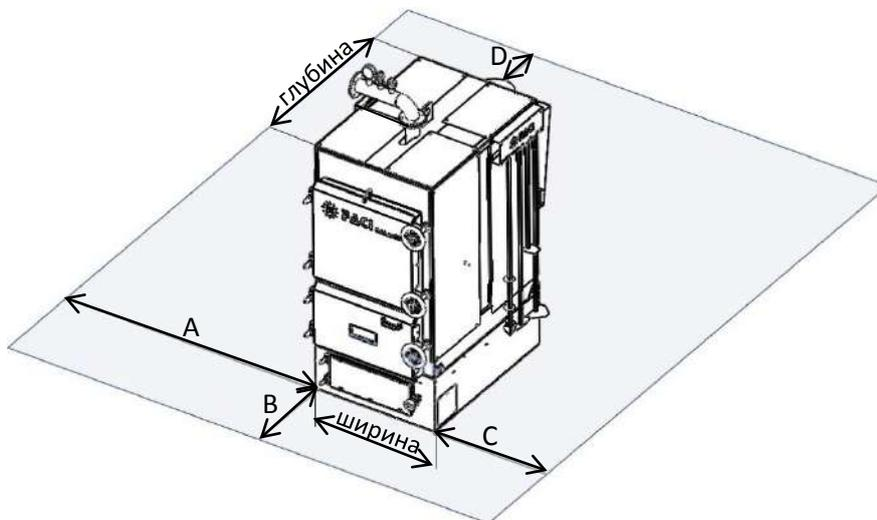

Рис. 10
**2.2.4** При установке котла в котельной необходимо соблюдать требования выдерживания свободных расстояний до ближайших препятствий (рис. 10). В указанных размерах свободных расстояний не должно находиться никаких предметов, ни трубопроводов, ни других элементов котельной. Указанные технологические проходы должны быть свободны для доступа в любое время и ничем не загромождены.
Обозначение на рис. 10	Требуемое значение размера.